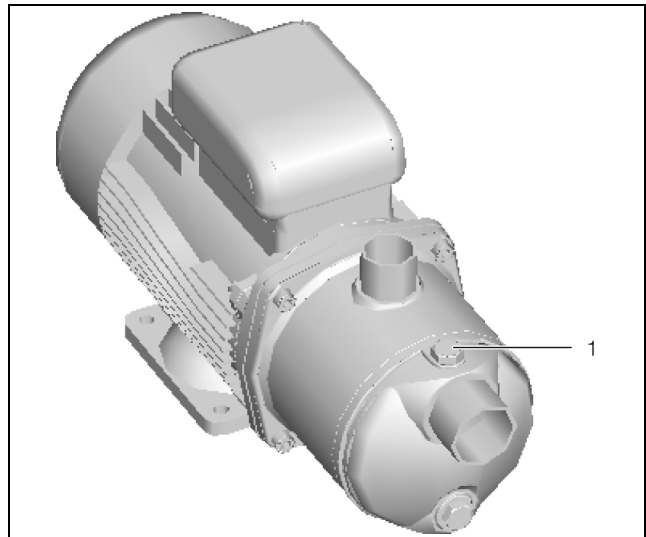

Fig. 33: Spurgo della pompa del mezzo frigorifero
- Spurgare la pompa del fluido frigorifero (quando non è in funzione) allentando leggermente la vite di sfianto (fig.33, pos. 1).